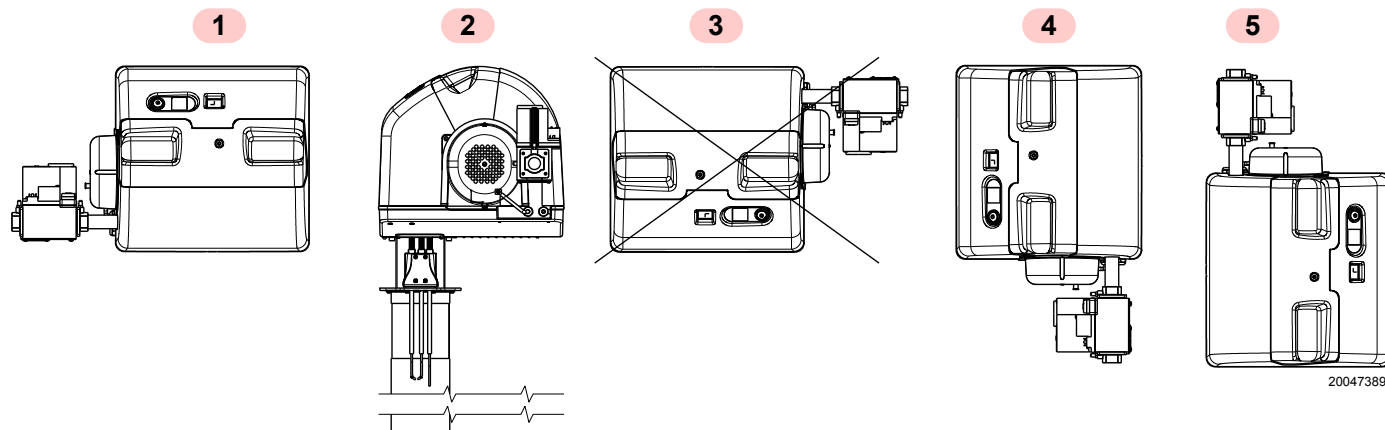

Fig. 9
- Le brûleur est conçu pour fonctionner uniquement dans les positions **1**, **2**, **4** et **5** (Fig. 9).